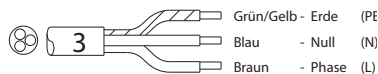

Abb. 7
- (Abb. 7) 1 N~ 230V (3 adriges Kabel)